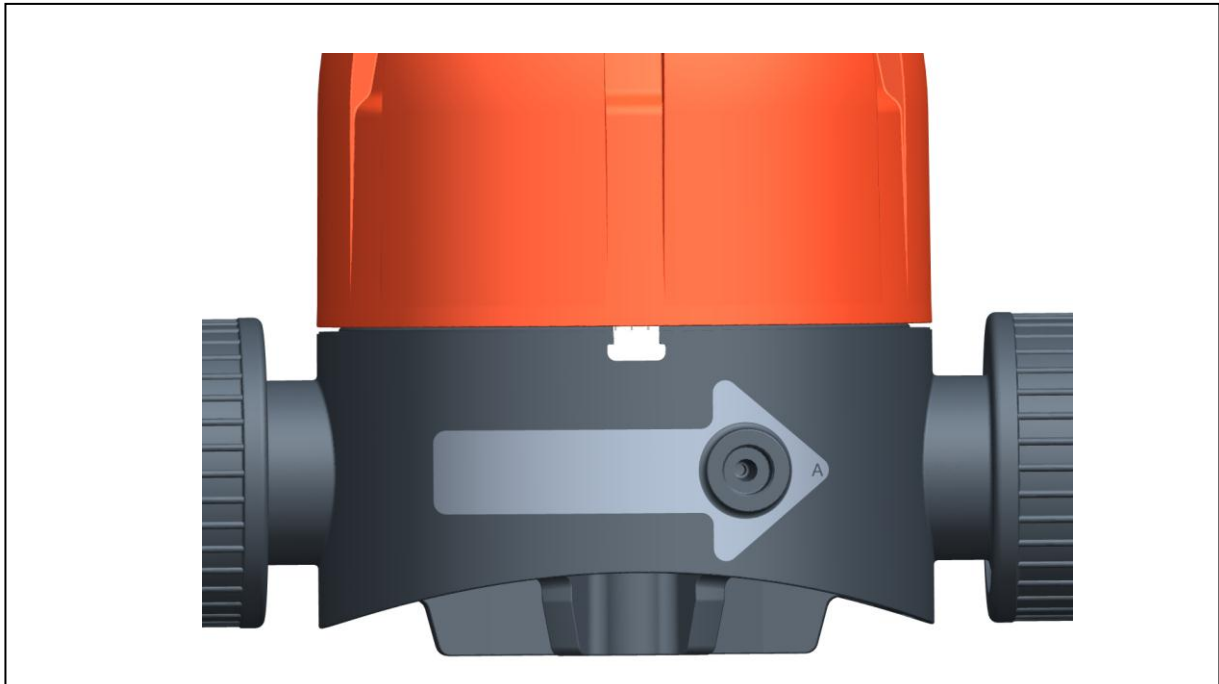

Fig. 1
- Observar la dirección del flujo, ver la flecha de dirección en la pieza de base (fig. 1).